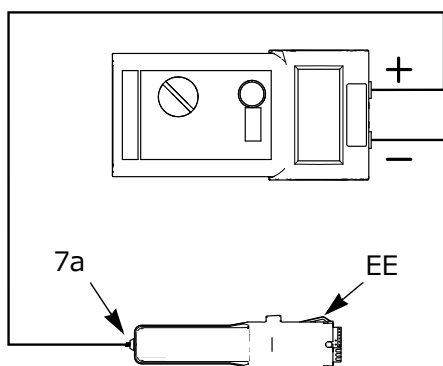

図 15. 電源の抵抗のテスト
1. 電源 (7) を取り外します。**電源の取り外しと交換** ページ 37 を参照してください。
2. 電源からタービン (8) を取り外します。**タービンの取り外しと交換** ページ 38 を参照してください。
3. 電源の接地ストリップ (EE) とスプリング (7a) 間の抵抗を測定します。85kV ガンの抵抗は 130 ~ 160 メガオームになるはずですが、図 15 を参照してください。